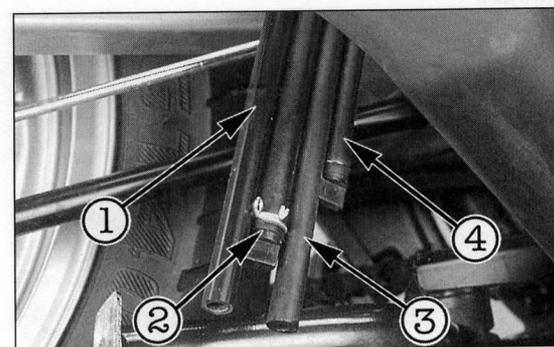

Bild 18
- ☞ Kondensat-Absetzschlauch ④ Bild 18 kontrollieren. Falls sich Wasser oder Öl angesammelt haben, Schlauch entleeren. Dazu geeignetes Gefäß unterstellen und Stopfen des Schlauchs abnehmen.